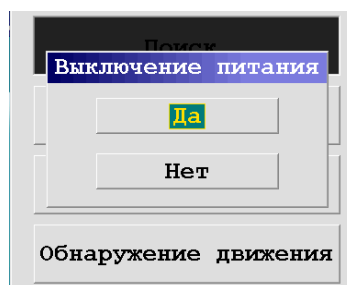

Рисунок. 2.3.3. Окно выключения питания БУО
- 2) удерживая кнопку  в нажатом состоянии в течение 3 секунд дождаться появления окна выключения питания БУО (Рис.2.3.3) и прикосновением к кнопке «Да» выключить питание БУОИ.